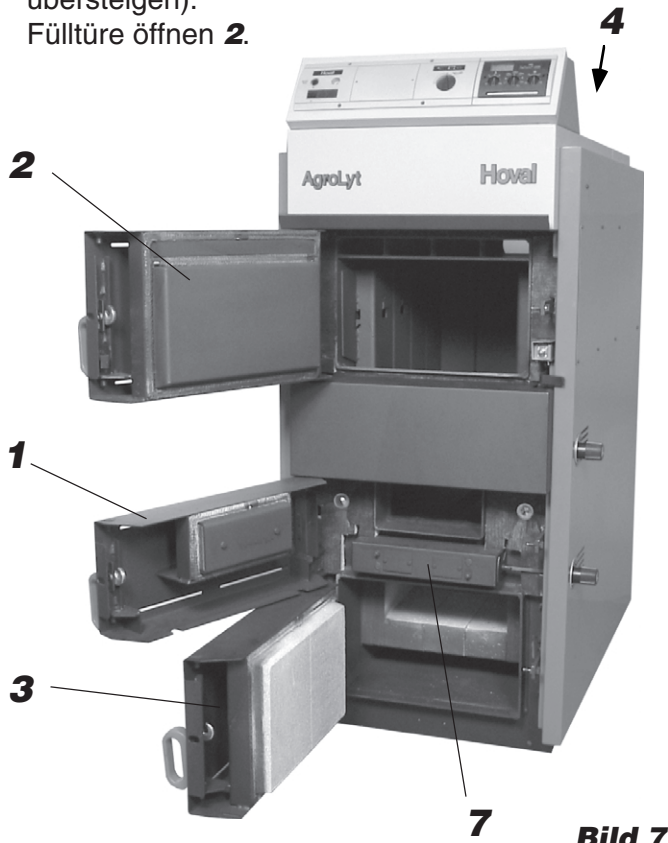

Bild 7
3. Brennkammertüre **3** öffnen (Bild 7). Flugasche und Rückstände mit dem Holzschaber aus der Wirbelbrennkammer und dem darunter liegendem Aschesammelraum kehren.
- 1.1 Reinigungsöffnung **4** (Bild 7) zum Abgassammler öffnen und thermolytische Nachschaltheizfläche mit Reinigungsbürste reinigen. Staub und Russ aus dem Abgassammler kehren oder saugen (Bild 7b). Beim AgroLyt (20) und (50) vorher den Regulator herausnehmen und nach dem Reinigen wieder mittig einsetzen.
4. Im Bodenstein den Bereich unterhalb des Rostes mit Staubsauger reinigen. Insbesondere darauf achten, dass die zwei Luftzuführungen im Bodenstein zwischen Lüftkasten **7** (Bild 7) und Rost sauber sind.